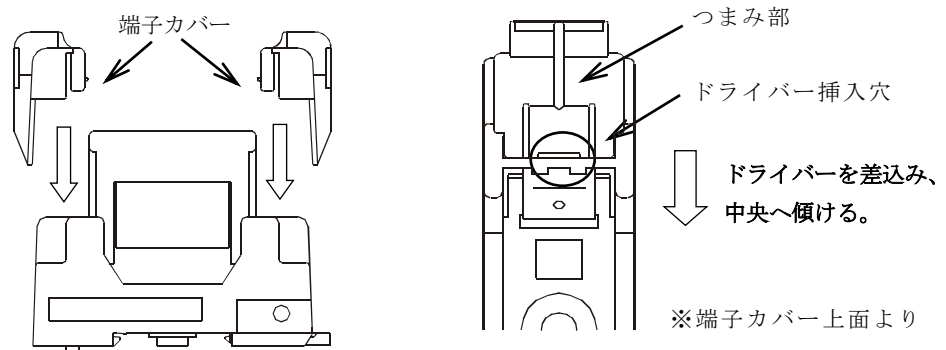

図3 端子カバー取付け、および取外し
- (6) 端子カバーをFVホルダーにセットするときは、FVホルダーに対して垂直にカチッと音がるまで差込んでください。取外すときは、保安器が無電圧状態にて保安器本体をFVホルダーから取外し、端子カバーの凹部にドライバーを差込んだ状態でドライバーを傾けて、つまみ部を垂直に引抜いてください。（図3参照）